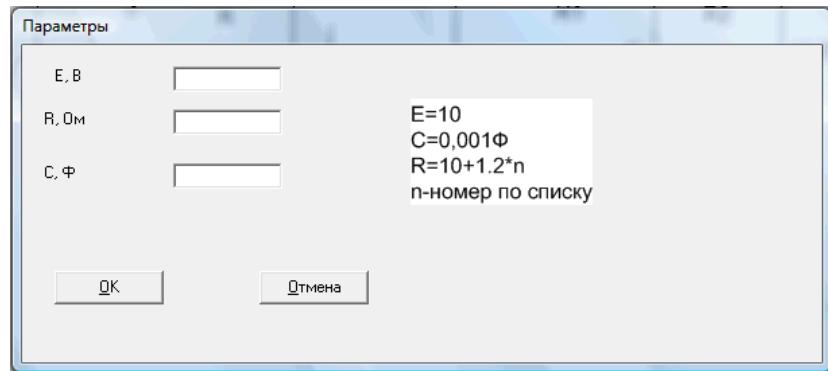

Рисунок 2 – Окно ввода начальных данных
2.5. Нажать на кнопку «ОК» и получить переходную характеристику или графическую зависимость напряжения на конденсаторе от времени. По графикам определить установившееся значение напряжения и его свободную составляющую (рисунок 2).